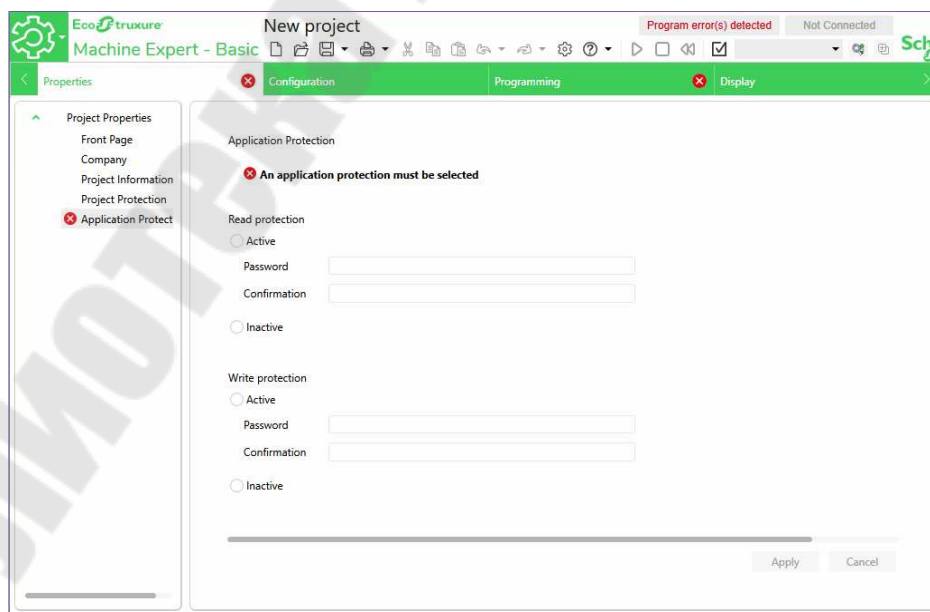

Рис. 2.10. Вкладка свойств
– на вкладке свойств (*Properties*) (рис. 2.10), в разделе *Application Protect*, в пунктах защита чтения (*Read protection*) и защита записи (*Write protection*) можно установить режим *Active* и записать пароль (например, 0000). Возможно также выбрать опцию *Inactive*. В этом случае парольная защита не будет действовать. Но если ранее был установлен пароль, потребуется его ввести для снятия защиты;